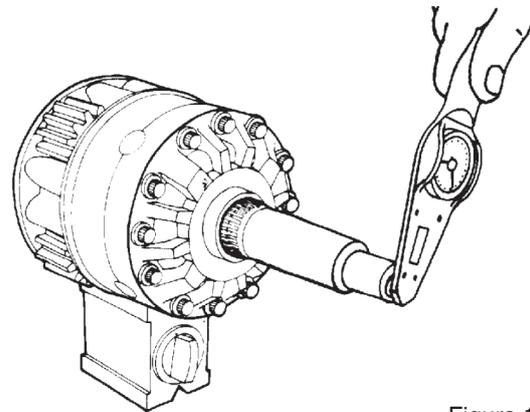

Figura 106
B. Coloque um torquímetro na extremidade deste dispositivo e verifique o valor da resistência a rotação do conjunto satélite/planetário. O valor obtido deverá ser inferior a 50 lbf.pé (68 N.m). (Figura 106);